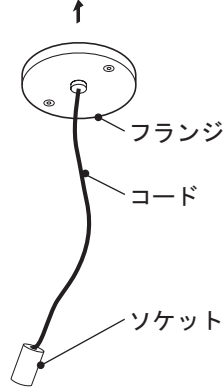

図 3
- ・コードが望みの長さになるよう、プロテクションリング（コード保護のための黒いプラスチック）の位置を調整してください。（図 3 参照）
(図 3 参照)
その際も、プロテクションリングのスリットがネジ穴と90度になっていることを確認してください。(3ページの図3参照)